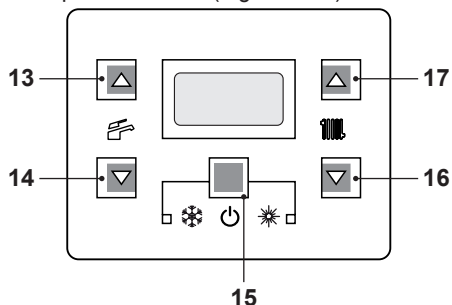
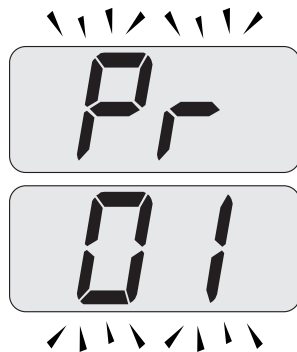

Figura 5.24
Figura 5.25
- Entrare in "modalità programmazione" premendo contemporaneamente per 10 secondi i tasti 15 - 16 - 17 (Figura 5.24) fino a far apparire sul display LCD le lettere **Pr** che si alternano con il codice **01**, indicanti l'entrata
nel "parametro 01" (Figura 5.25).
- Premere contemporaneamente i tasti 15 e 17 (Figura 5.24) fino a far apparire sul display LCD il valore del parametro 01 (Figura 5.26).
- Premendo contemporaneamente i tasti 15 e 16 (Figura 5.24) si esce senza modificare il valore (ritorno alla lista parametri Figura 5.25).
- Premendo contemporaneamente per 10 secondi i tasti 15 - 16 - 17 (Figura 5.24) si esce dalla "modalità programmazione".
- Entrare in "modalità programmazione" premendo contemporaneamente per 10 secondi i tasti 15 - 16 - 17 (Figura 5.24) fino a far apparire sul display LCD le lettere **Pr** che si alternano con il codice **01**, indicanti l'entrata nel "parametro 01" (Figura 5.25).
- Scorrere i vari parametri utilizzando i tasti 16 o 17 (Figura 5.24) fino a far apparire sul display LCD le lettere **Pr** che si alternano con il codice **08**, indicanti l'entrata nel "parametro 08" (Figura 5.27).
- Premere contemporaneamente i tasti 15 e 17 (Figura 5.24) fino a far apparire sul display LCD il valore del parametro **08** (**00**= Nessun Reset) (Figura 5.28).
- Premendo il tasto 15 (Figura 5.24) si ottiene la conferma del valore inserito.
- Premendo i tasti 15 e 16 (Figura 5.24) si esce senza modificare il valore.
- Premere i tasti 16 o 17 per scorrere i vari parametri fino a far apparire sul display LCD le lettere **Pr** che si alternano con il codice **01**, premere contemporaneamente i tasti 15 e 17 (Figura 5.24) fino a far apparire sul display LCD il valore del parametro **01** (Figura 5.29).